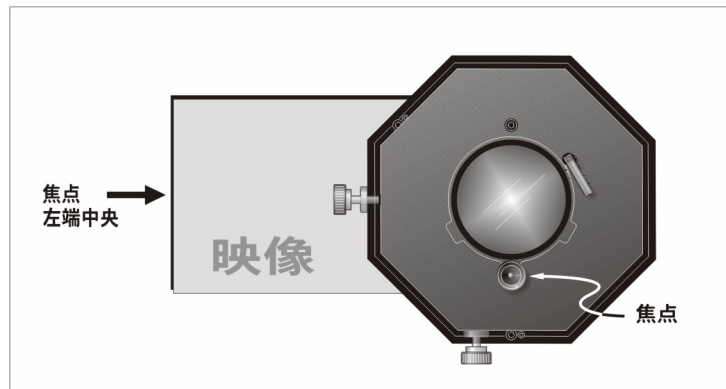

図 2-39 左端でのピントを調整する
1. 映像の左端中央先端でのピントを調整します (図 2-39)。可能な場合は、より簡単に映像分析を行えるよう映像サイズを下げてください。